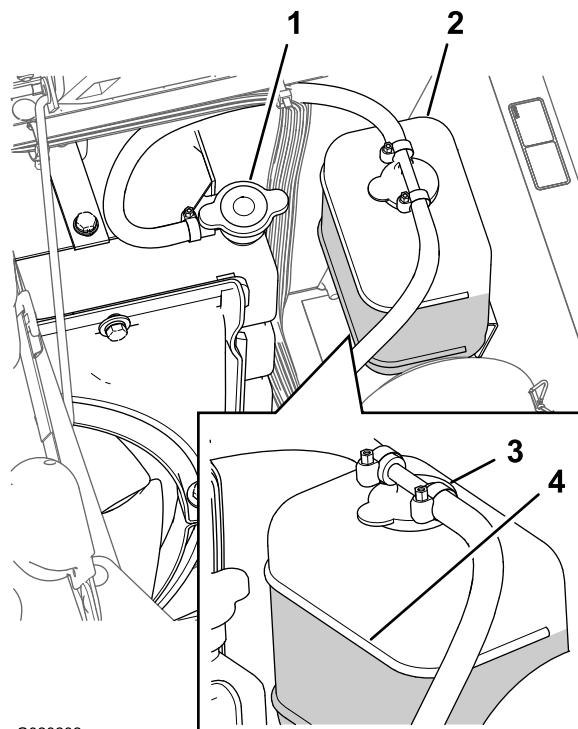

Figure 91
3. Retirez le bouchon du radiateur et le bouchon du vase d'expansion avec précaution (Figure 91).
- Remarque:** Le radiateur doit être rempli jusqu'en haut du goulot de remplissage et le vase d'expansion jusqu'au repère maximum (Figure 91).
- Si le niveau de liquide de refroidissement est trop bas, enlevez le bouchon du vase d'expansion et le bouchon du radiateur. Remplissez le vase d'expansion jusqu'au repère maximum, et le radiateur jusqu'en haut du goulot de remplissage (Figure 91).
- Remettez en place les bouchons du radiateur et du vase d'expansion (Figure 91).
- Attendez que le moteur soit froid, puis retirez le bouchon du radiateur (Figure 91).
6. Retirez le bouchon de radiateur (Figure 91).
- Démarrez le moteur en ayant desserré légèrement le bouchon sur le radiateur (Figure 91).
- Une fois le liquide de refroidissement chaud, faites l'appoint jusqu'à la surface d'étanchéité du bouchon et serrez ce dernier (Figure 91).
- Ouvrez le bouchon du vase d'expansion et versez du liquide de refroidissement jusqu'au niveau à froid (Figure 91).